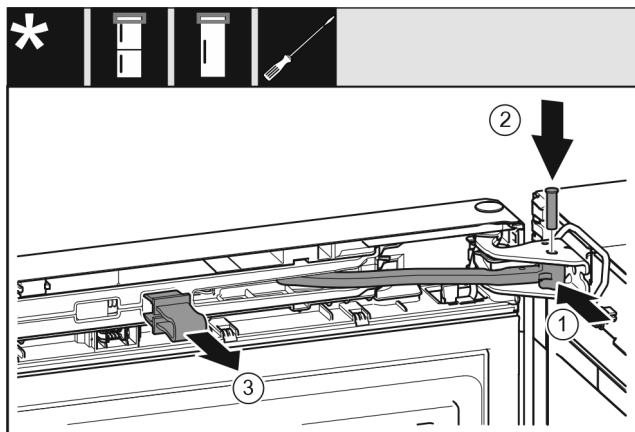

Fig. 30
- ▶ Gire la bisagra Fig. 30 (1) hacia el soporte del cojinete.
- ▶ Inserte el perno Fig. 30 (2) en el soporte del cojinete y la bisagra. Asegúrese de que la leva de bloqueo asiente correctamente en la ranura.
- ▶ Retire el seguro Fig. 30 (3).